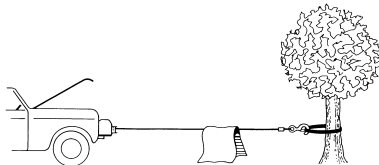

Figura 5
10. Es una buena idea poner una frazada pesada o abrigo sobre el cable de alambre cerca del extremo del gancho al tirar de cargas pesadas (Figura 5). En el caso de que el cable de alambre falle, la tela actuará como aten-